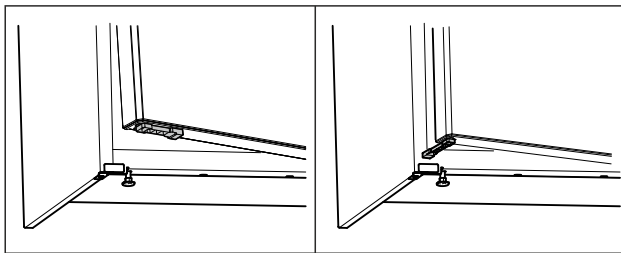

Fig. 59 \*
- ▶ Ruotare il limitatore di apertura della porta di 90°. (vedere Fig. 59) \*